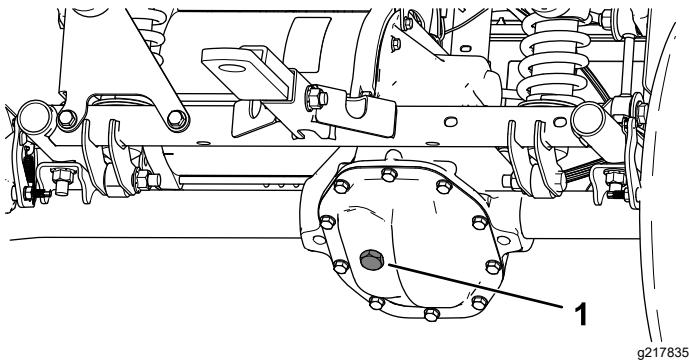

Figura 48
4. Retire el tapón de llenado del transeje (Figura 48).
4. Retire el tapón de llenado del transeje, y llene el transeje con el fluido especificado hasta que salga del orificio de llenado (Figura 48).
5. Si el nivel de fluido es bajo, retire el tapón de llenado y añada fluido del tipo especificado hasta que salga del orificio (Figura 48).